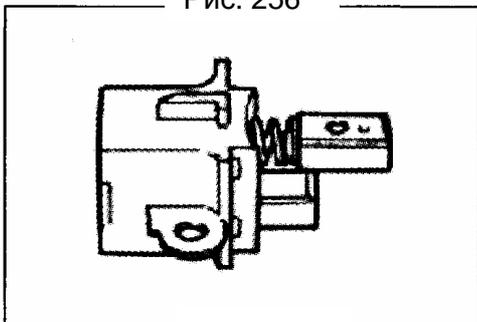

Рис. 257
- 1) Снимите припой при помощи паяльника и снимите щетку и пружину (Рис. 257).